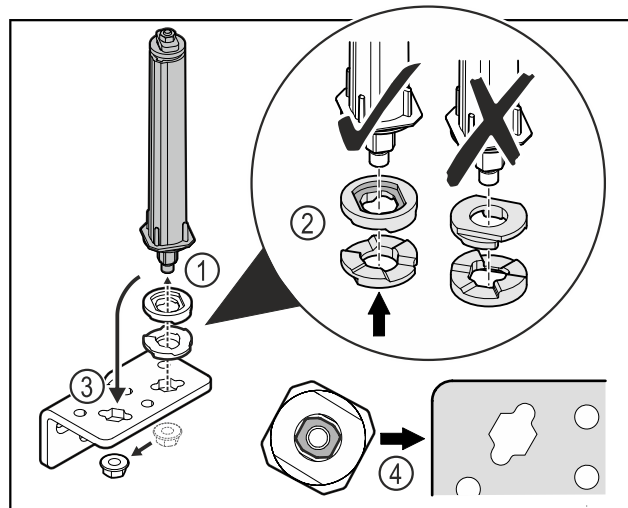

Fig. 36
- Svitare il dado e rimuovere il sistema di chiusura della porta Fig. 36 (1).
- Assicurarsi che le rondelle per la regolazione dell'altezza siano rivolte nel verso giusto Fig. 36 (2).
- Spostare il sistema di chiusura della porta nella cerniera angolare e fissarlo con il dado Fig. 36 (3).
- Durante l'inserimento del sistema di chiusura della porta assicurarsi che sia rivolto nel verso giusto Fig. 36 (4).